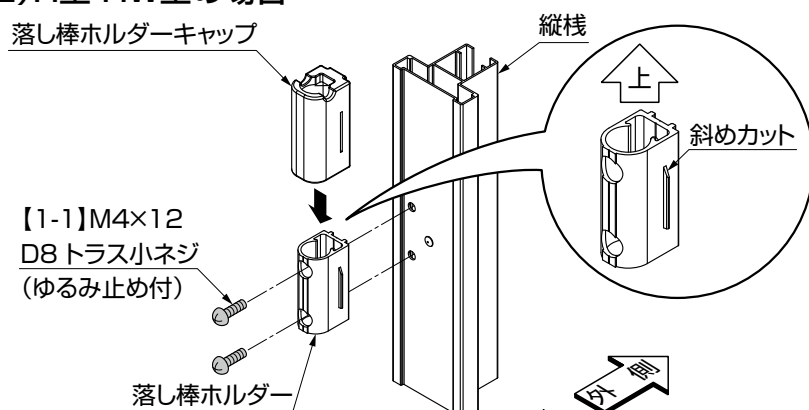

図6-2
① 本体の家側の縦棧に、落し棒ホルダーを斜めカットを上にして、【1-1】で固定してください。(図6-2参照)
② 落し棒ホルダーキャップを、上からはめ込んでください。(図6-2参照)
(3) 落し棒の組付け